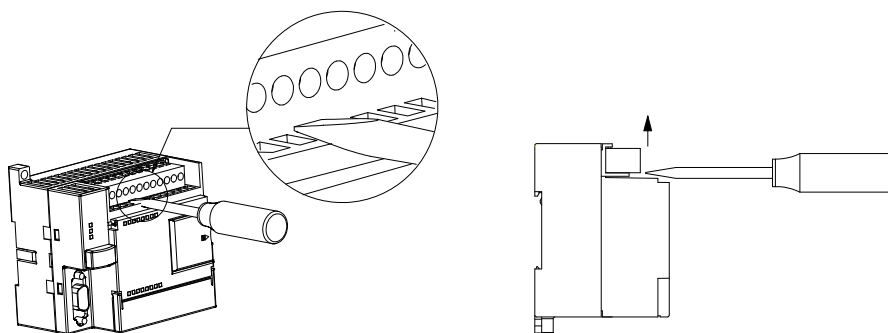

Рис. 3–2. Демонтаж клеммного блока
3. Снимите клеммный блок, отжимая его отверткой от корпуса S7–200. См. рис. 3–2.